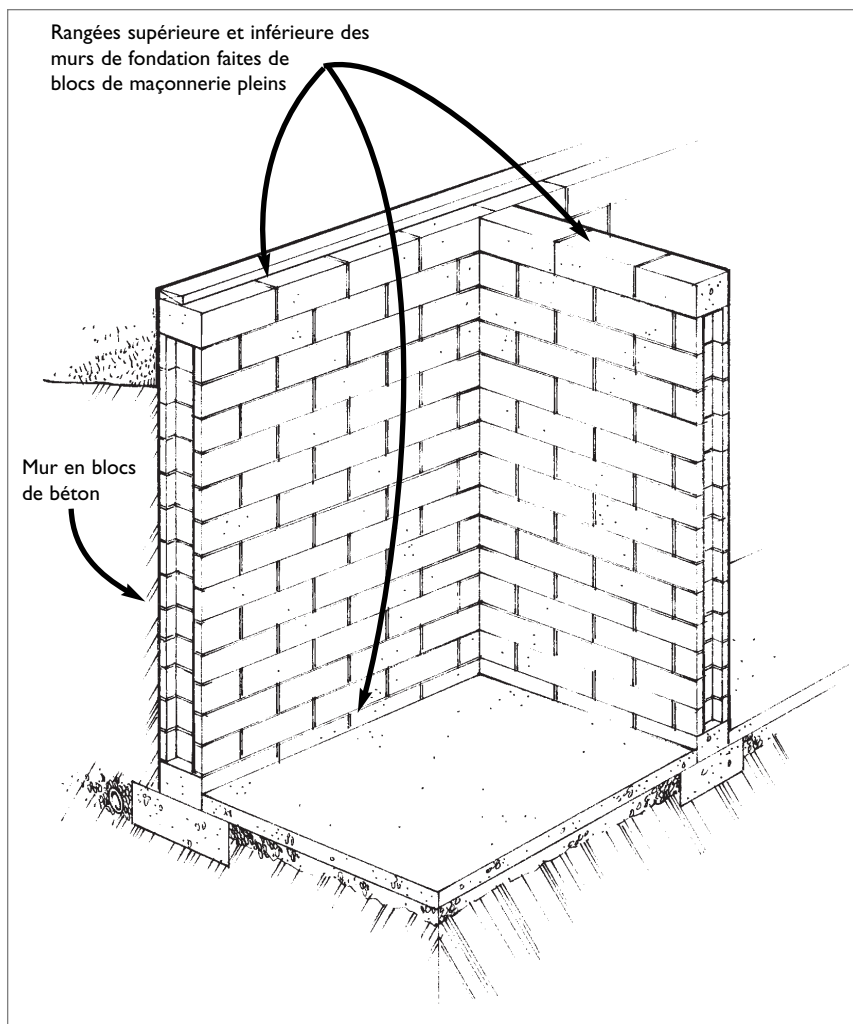

Figure 19 : Élimination des cavités au haut et au bas des nouveaux murs de fondation en blocs de béton.
- Poser des blocs de maçonnerie pleins au sommet et à la base des murs de fondation en blocs de béton (voir la Figure 19). L'emploi de blocs de béton ordinaires avec cavités risque de favoriser l'infiltration de radon.